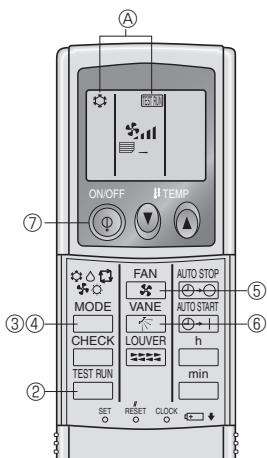

Fig. 7-5
7.2.2. Uso del comando a distanza senza filo (Fig. 7-5)
- ① Attivare l'alimentazione almeno 12 ore prima della prova di funzionamento.
- ② Premere due volte continuamente il pulsante **TEST RUN**.